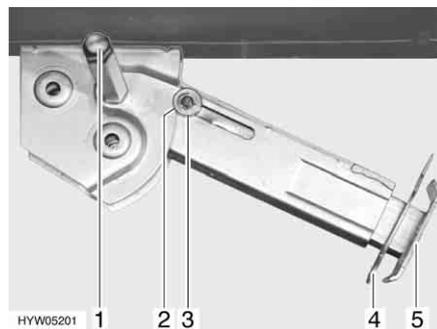

Bild 23 Hubstütze
- Am Sechskant (Bild 23,1) den Steckschlüssel aufstecken und drehen, bis die Hubstütze senkrecht nach unten steht.
- Splint (Bild 23,4) aus der Stützfußverlängerung (Bild 23,5) herausziehen.
- Am Sechskant (Bild 23,1) den Steckschlüssel aufstecken und drehen, bis die Hubstütze wieder vom Boden frei ist.
- Stützfußverlängerung (Bild 23,5) ganz einschieben und Splint (Bild 23,4) in die vorgesehene Bohrung an der Stützfußverlängerung stecken.
- Mit Steckschlüssel am Sechskant (Bild 23,1) drehen, bis Hubstütze nach oben geschwenkt und die Führungsscheibe (Bild 23,3) vollständig in die Kerbe (Bild 23,2) eingefahren ist.